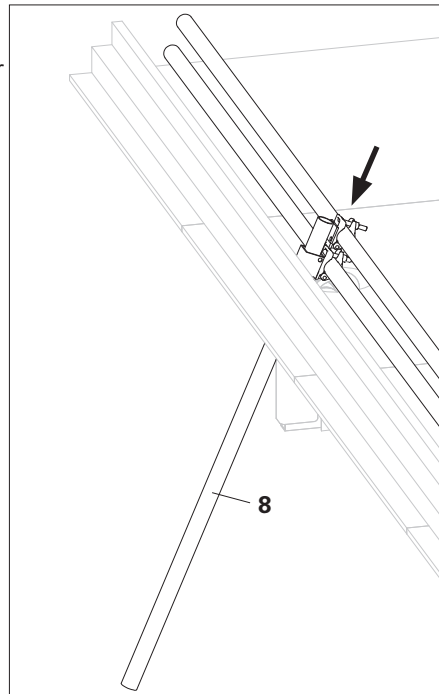

Fig. A2.20.2
Depuis une position sûre, soulevez le poteau de garde-corps STP (8) et abaissez-le en biais à travers les ouvertures de l'Adaptateur d'œillet de grue ers. (Fig. A2.20.2)